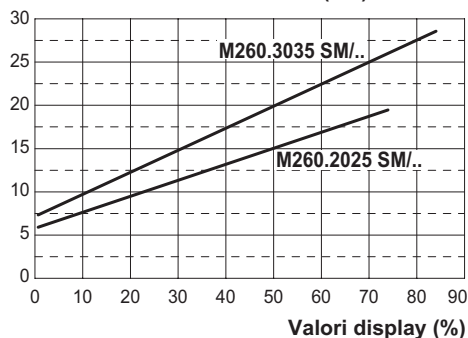
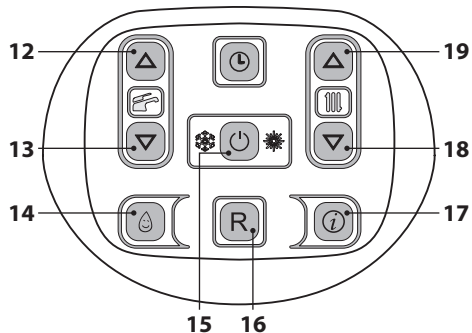

Figura 7.9
Figura 7.14
Il grafico in Figura 7.9 rappresenta come varia la potenza utile della caldaia in riscaldamento al variare del valore impostato nella scheda comando.
i tasti 15 - 18 - 19 (Figura 7.14) fino a far
- Utilizzando i tasti 12 o 13 (Figura 7.14) è possibile modificare il valore del parametro 12 (riferirsi al grafico Figura 7.9 per determinare il valore corretto in funzione della potenza utile di riscaldamento).
- Premendo il tasto 15 (Figura 7.14) si ottiene la conferma del valore inserito.